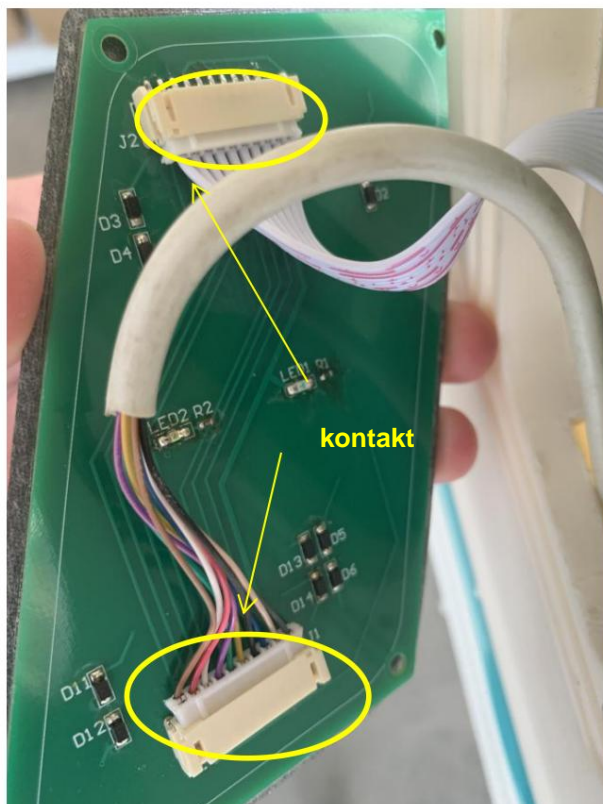

Bild. 1-5
C. Fastställande av problem: om krets kortskontakten är lös, anslut den ordentligt, se bild 1-5;